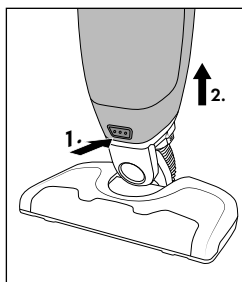

Fig. 7
- ◆ Pulse el botón de desencastre 12 y tire cuidadosamente de la boquilla para suelos 14 para extraerla de la unidad motriz 8 (consulte la fig. 7).